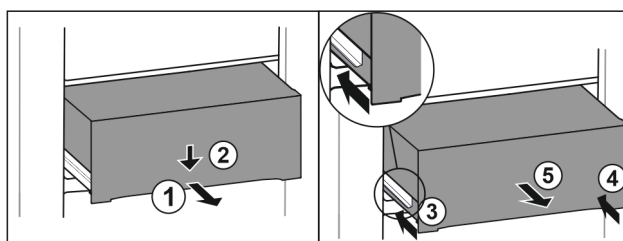

Fig. 184
- ▶ Izvucite ladicu na pola. Fig. 184 (1)
- ▶ Pritisnite ladicu naprijed prema dolje. Fig. 184 (2)
- ▶ Gurnite lijevu vodilicu za oko 2 cm. Fig. 184 (3)
- ▶ Gurnite desnu vodilicu za oko 2 cm. Fig. 184 (4)
- ▶ Izvadite ladicu prema naprijed. Fig. 184 (5)